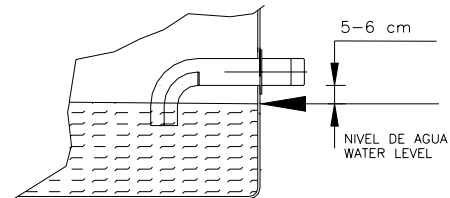

Fig.: 4
Su función es la de reponer intermitentemente el volumen de agua que por efectos de la evaporación se pierde. Su regulación se efectúa rotando el flotador sobre el vástago hasta conseguir que cierre completamente cuando el nivel de agua en la balsa se sitúe por la parte inferior del tubo de rebosadero. (Ver Fig. 4). Si la válvula no cierra por efectos de desgaste o rotura de la junta de cierre, será necesario sustituirla.
*The float valve's function is to replenish, or make up, from time to time, the volume of water lost through evaporation. It can be regulated by rotating the float along the piston until the valve closes completely when the water level in the basin falls below the overflow pipe. (See Fig. 4). If the valve fails to close because the seal is worn or broken, it will have to be replaced*